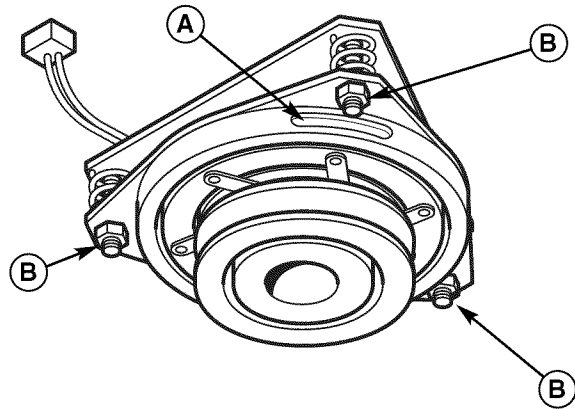

Figura 27. Ajuste del Embrague del PTO
2. Tome nota de la posición de las 3 ventanas de ajuste (A, Figura 27) en el lado del disco portafreno y las tuercas mecánicas de ajuste (B).